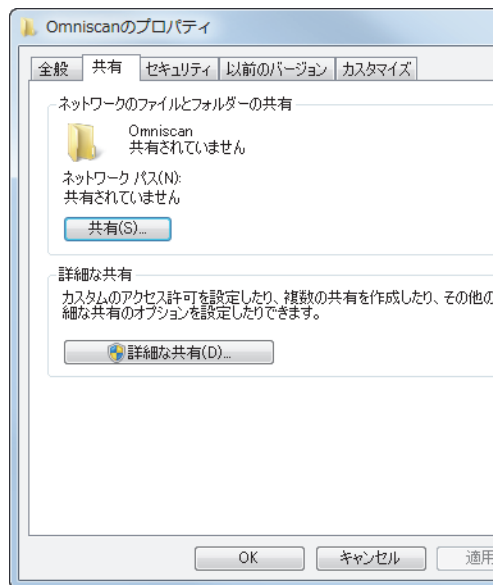

図 7-27 Omniscan のプロパティダイアログボックス (Windows 7)
3. **Omniscan** の**プロパティ** ダイアログボックスで、**共有** タブをクリックします (238 ページの図 7-27 参照)。
8. **Omniscan のプロパティ**ダイアログボックスで、**詳細な共有**をクリックします (238 ページの図 7-27 参照)。